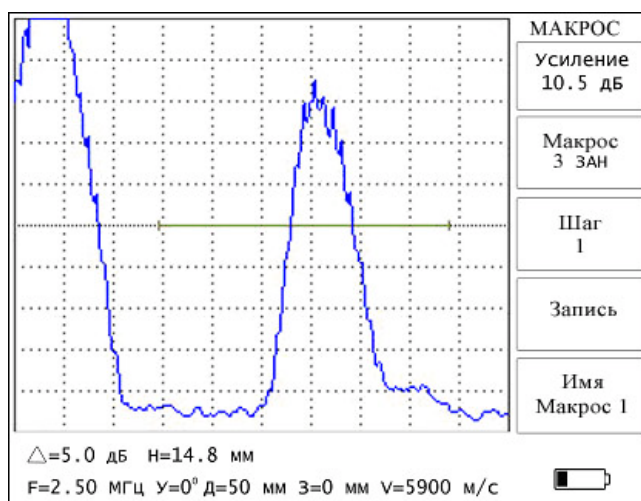

Рис. 5.23.
5.5.16 Меню «**МАКРОС**» содержит следующие параметры (рис. 5.23).